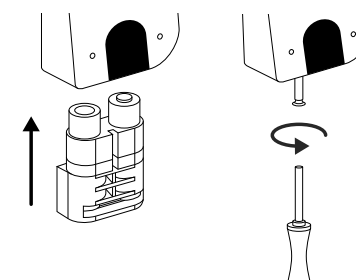

Fig. 5
- 5 Remplacez le compartiment des piles dans le boîtier et vissez-le fermement (Fig. 5).